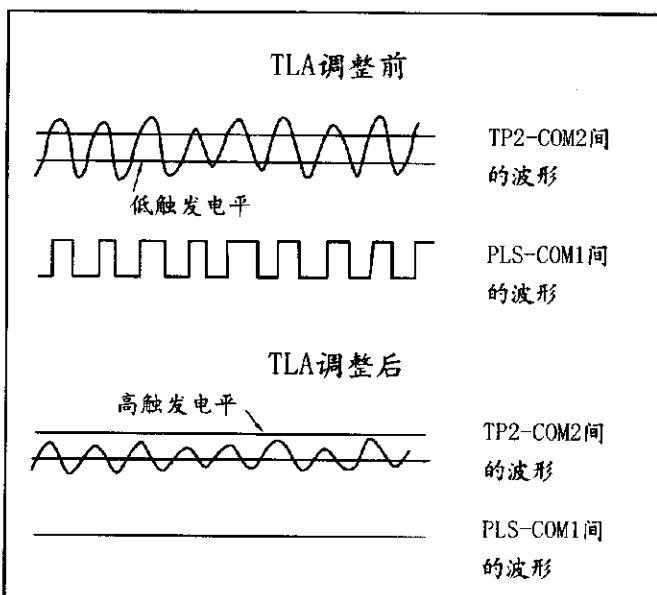

图8-5 TLA调整 (流量为零)
- (1) 假使测量流体流动中断后，安装管道的振动不变化，按逆时针方向慢慢地旋转TLA调整螺丝，一直调到输出是0%为止。如有示波器，把它接在端子PLS和COM1之间，逆时针方向旋转TLA调整螺丝，一直到脉冲波形从示波器屏幕上消失为止（参看图8-5。）